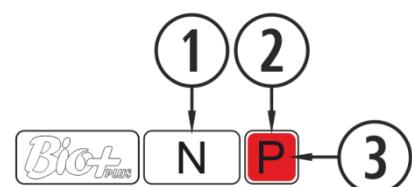

Figura 4
Per realizzare l'accensione dobbiamo premere il pulsante (pulsante on-off) sul pannello di controllo. Il punto ③ della figura 4 il suo colore cambierà a misura che passa per le diverse fasi di accensione.